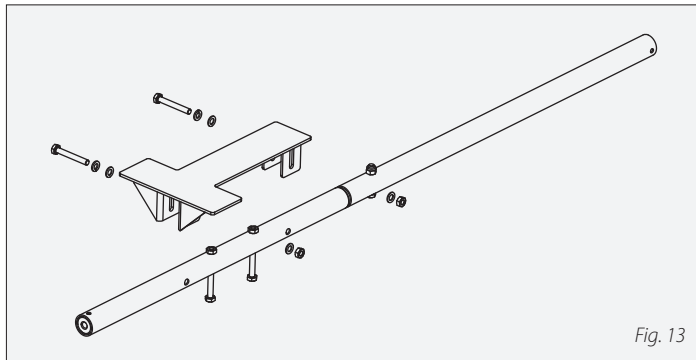

Fig. 13
- 7** Attacher le support de moteur (8) à la barre centrale (5) avec les vis M6 (13), rondelles plates M6 (19), rondelles-freins élastiques M6 (21) et écrous M6 (15), comme illustré aux **figures 13** et **14**. La visserie doit être posée de telle manière que la hauteur du support de moteur puisse être ajustée ultérieurement.
- 8** Attacher la barre centrale (5) aux barres transversale (6 et 7) avec les vis M8 (12), rondelles plates M8 (18) et rondelles-freins élastiques M8 (20).